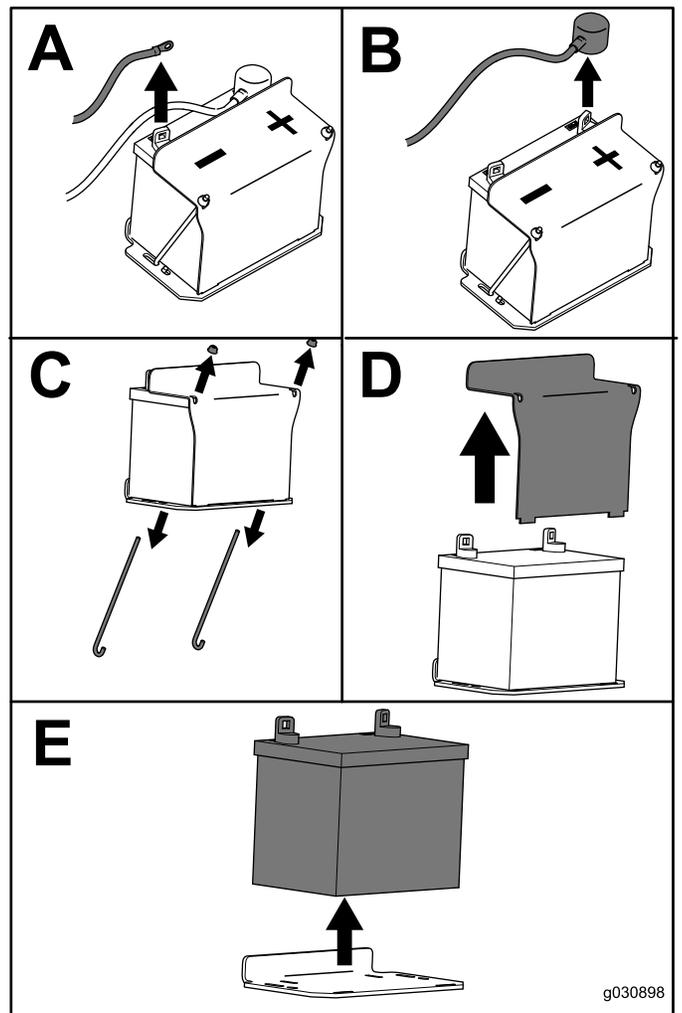

Figura 61
3. Remova a bateria como se mostra na Figura 61.